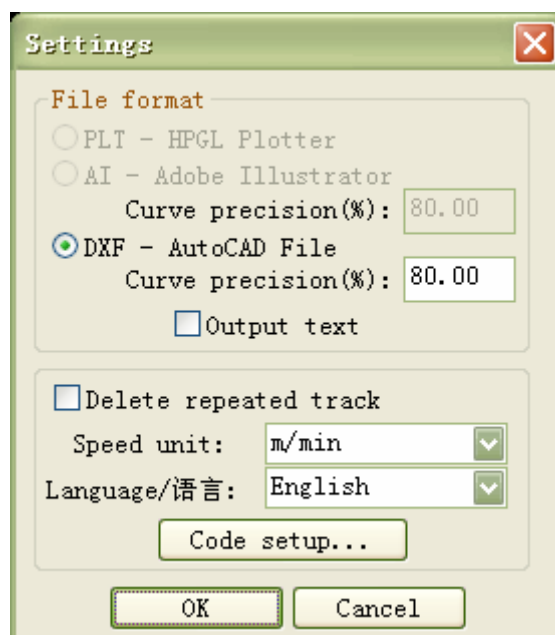

Рис.2-5
(2).Нажмите на клавишу Setup (Запуск) или меню Setup, появиться диалоговое окно Setup, как на рис.2-5: